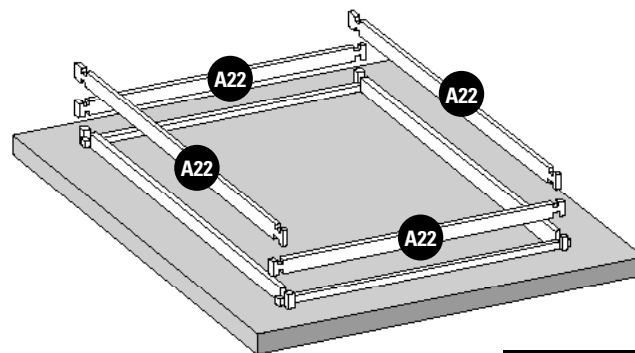

Fig. 2 / Abb. 2 / Afb. 2
- EN** **2nd LAYER OF BOARDS:** • Install the second layer of boards as shown in figure 2. • There is a wooden wedge in the structure packet to correctly assemble the boards. • Never directly hit against the boards. You would damage the pegs and would weaken the structure. Do not hit them with anything metallic. This would inevitably damage the wood. • Try to correctly assemble the boards right from the start. There should not be any space between each layer of boards to avoid maladjustment of the higher boards.
- FR** **2^{ÈME} RANGÉE DE MADRIERS :** • Positionnez les madriers de la deuxième rangée conformément à la figure 2. • De manière à emboîter correctement les madriers, une cale en bois est à votre disposition dans le colis de structure. • Ne pas taper directement sur les madriers. Cela abîmerait les languettes et nuirait à la solidité de la structure. • Ne pas frapper avec une pièce métallique. Cela détériorerait le madrier irrémédiablement. • Veillez à emboîter bien à fond les madriers dès le départ. Il ne doit pas y avoir d'espace entre chaque rangée pour éviter un décalage au niveau des madriers supérieurs.
- DE** **2. BRETTERREIHE:** • Platzieren Sie die Bretter der zweiten Reihe laut Abb. 2. • Um die Bretter richtig anbringen zu können, finden Sie einen Holzkeil im Paket des Tragwerks. • Nicht direkt auf die Bretter klopfen. Das würde die Zapfen und die Festigkeit des Tragwerks beschädigen. • Nicht mit einem Metallteil darauf klopfen. Es würde das Holz unabänderlich beschädigen. • Versuchen Sie, die Bretter von Anfang an tiefgehend ineinander zu fügen. Zwischen den Reihen darf kein Platz sein, um eine Fehlanpassung der oberen Bretter zu vermeiden.
- NL** **2ª RIJ PLANKEN:** • Plaats de planken van de tweede rij zoals aangegeven op afbeelding 2. • Om de planken correct te assembleren, zit er een houten wig in het pakket van het frame. • Sla niet direct op de planken. Daardoor gaan het profiel kapot en wordt de stevigheid van het frame ondermijnd. • Sla er niet direct op met metaal. Hierdoor raakt het hout onherstelbaar beschadigd. • Zorg ervoor dat de planken vanaf het begin stevig op elkaar aansluiten. Er mag geen ruimte tussen de rijen overblijven, om te voorkomen dat de bovenste houtdelen onregelmatig uitkomen.